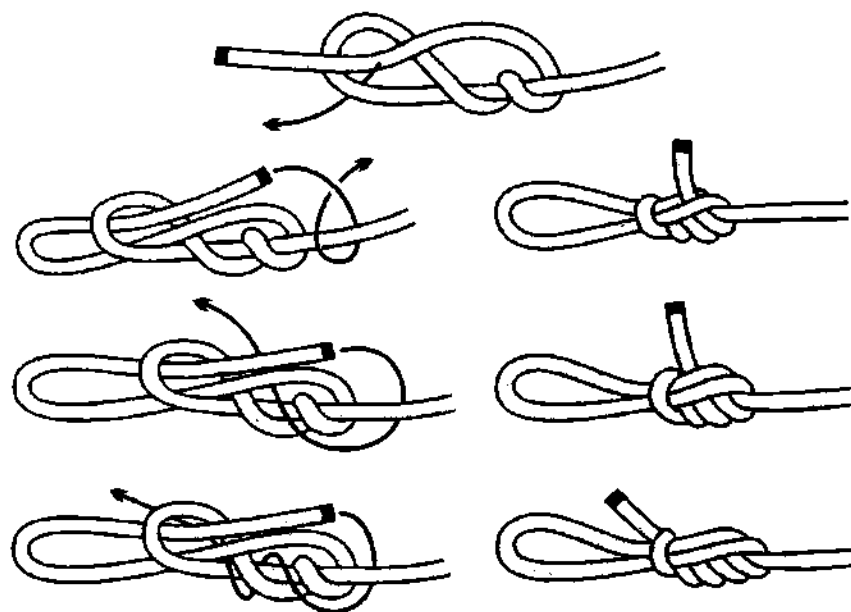

Рис. 255. Три разновидности *стивидорной петли*.
**Стивидорная петля** вяжется из **быстроразвязывающегося стивидорного узла**. Эта петля с виду очень похожа на **строповую петлю** и в прочности ей несколько не уступает. Ходовой конец можно закрепить несколькими способами (рис. 255). **Стивидорная петля** – очень крепкий и безопасный узел.